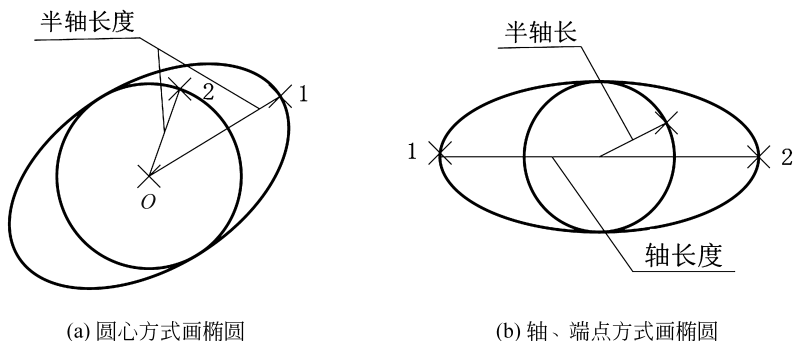

图 3-32 圆心方式绘制椭圆
(1) “中心点(C)”方式画椭圆：以指定椭圆的中心点和两半轴长度方式绘制椭圆。该方式画椭圆需要给出 3 个点, 次序分别是中心点 O、轴端点 1、轴端点 2, 以点 1 到点 O 长度指定为一条半轴长度, 且点 O 与点 1 的方向即为该半轴的方向; 点 2 到点 O 长度指定为另一条半轴长度。图 3-32(a) 给出了鼠标定点的次序与效果。
指定另一条半轴长度：指使用从第一条轴的终点到第二条轴的端点的距离来定义第二条轴，如图 3-32(b)所示。